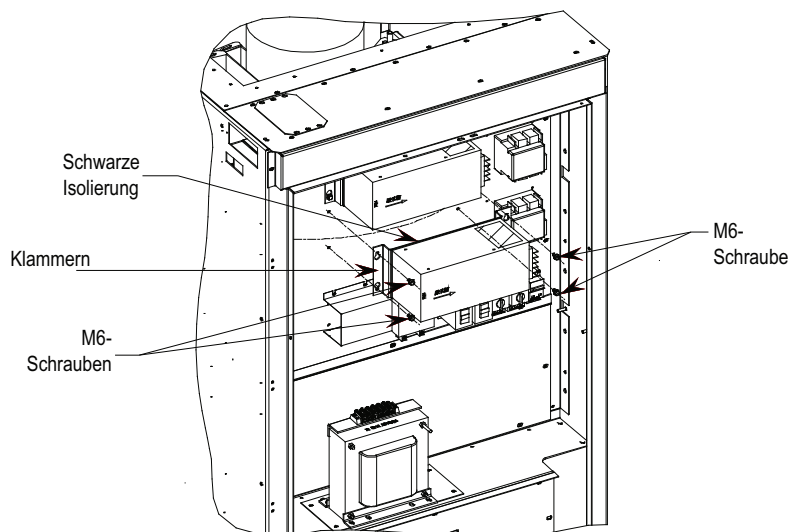
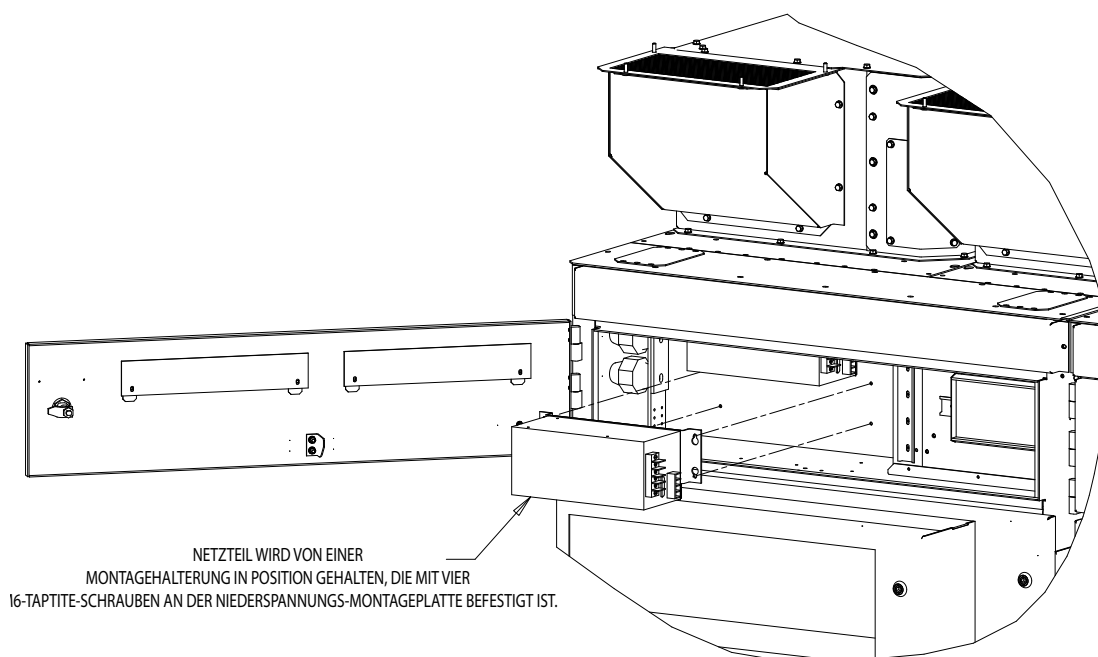

Abbildung 83 – Auswechseln des AC/DC-Netzteils im Niederspannungsgehäuse (Standardmodell)
Abbildung 84 – Auswechseln des AC/DC-Netzteils im Niederspannungsgehäuse (Modell mit Wärmerohr)
3. Entfernen Sie die vier M6-Schrauben entsprechend Abbildung 83/Abbildung 84.